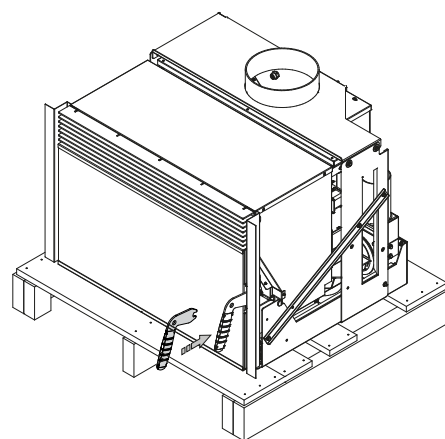

Fig. 6.1.0
2. Inserire la maniglia fredda in dotazione sulla leva di chiusura porta Fig. 6.1.0. sulla macchina ricevuta, ancora fissata sulla paletta.